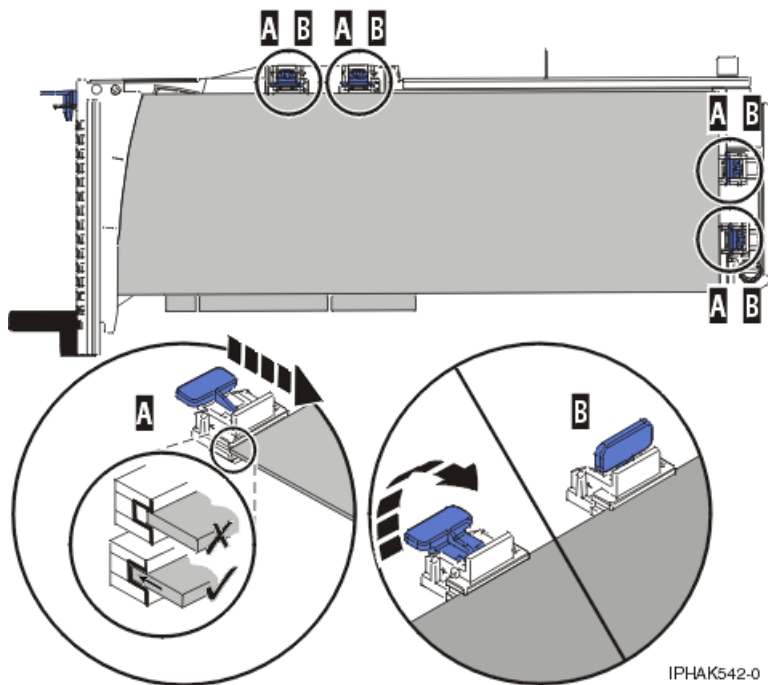

Figure 53. Carte longue dans la cassette de cartes PCI avec supports et stabilisateur en place
- 3) Placez et verrouillez les crochets de retenue **(B)**. Voir figure 53.